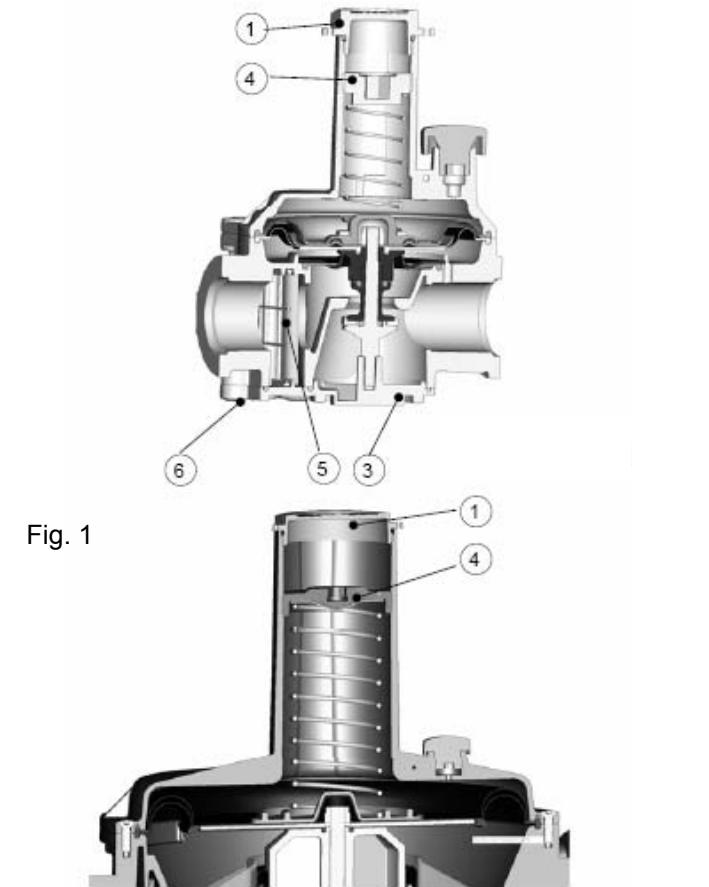
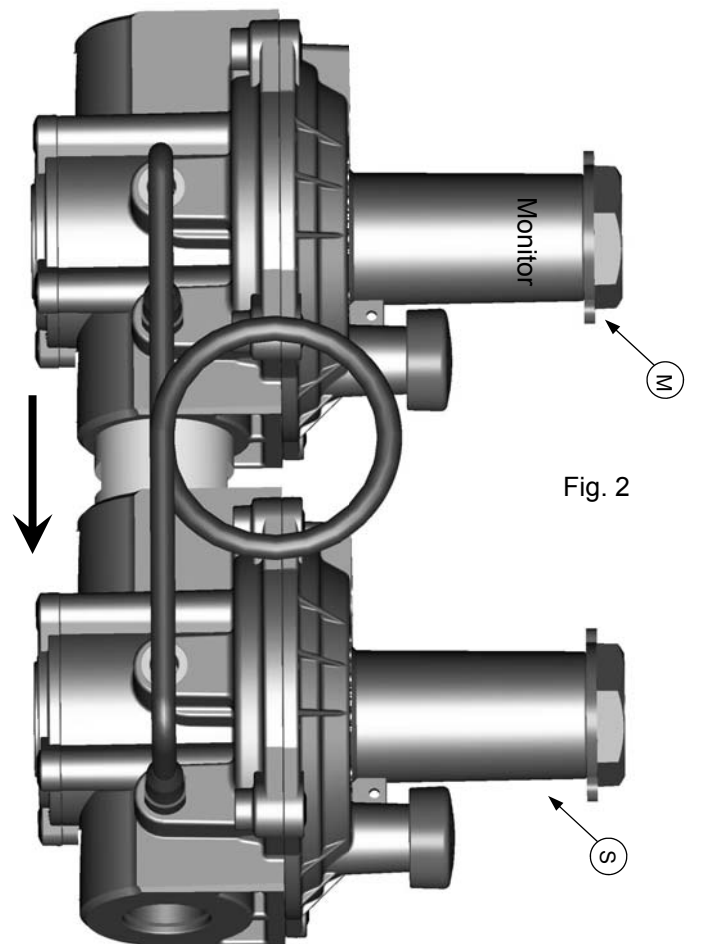

Fig. 1
Fig. 2
### 3.1 MONITOR PRESSURE REGULATION ADJUSTMENT (Fig. 2)
Completely decrease monitor's setting. -Partially open the downstream vent valve. -Slowly open the ingoing block valve. -Completely increase working regulator's setting (S) by turning the adjusting ring nut 4 (fig. 1) clockwise. To increase the setting of the monitor (M) up to the desired value. Decrease regulator's setting till working desired value. -Close the downstream vent valve. -Open very slowly the outgoing block valve.
**3.1 REGLAGE DE LA PRESSION MONITOR ET (Fig.2)** -Ouvrir le robinet de mise à l'atmosphère. - Ouvrir lentement la vanne d'arrêt amont. -Augmenter le réglage de consigne du détendeur (S) on agissant sur la écrou de réglage 4 (fig. 1) - Augmenter le réglage du moniteur (M) à la valeur désirée. -Réduire le tarage du détendeur de service à la valeur de consigne. Apporter le régulateur de service à la valeur de mettre dans le sens inverse des aiguilles d'une montre la rotation désirée au virole 2 dans le sens-Former le robinet de mise à l'atmosphère. -Ouvrir très lentement la vanne d'arrêt aval.
-Abrir un poco la llave de alivio en la salida. Abrir lentamente la válvula de aislamiento en la entrada. -Aumentar el calibre del regulador de servicio (S) girando la virola de regulación 4 (fig. 1) hacia la derecha, en sobrepasar el absoluto el valor de activación del bloque. Para incrementar el ajuste del monitor (m) hasta el valor. -Disminuir el calibre del regulador de servicio hasta alcanzar el valor profiado de trabajo. -Cerrar la llave de alivio en la salida. -Abrir muy lentamente la válvula de aislamiento en la salida.